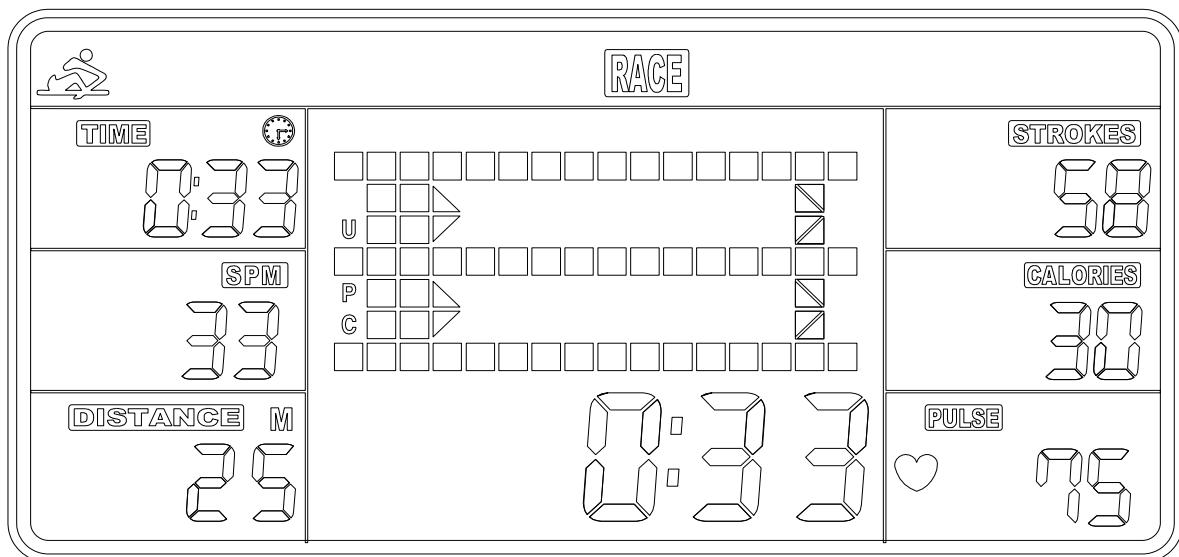
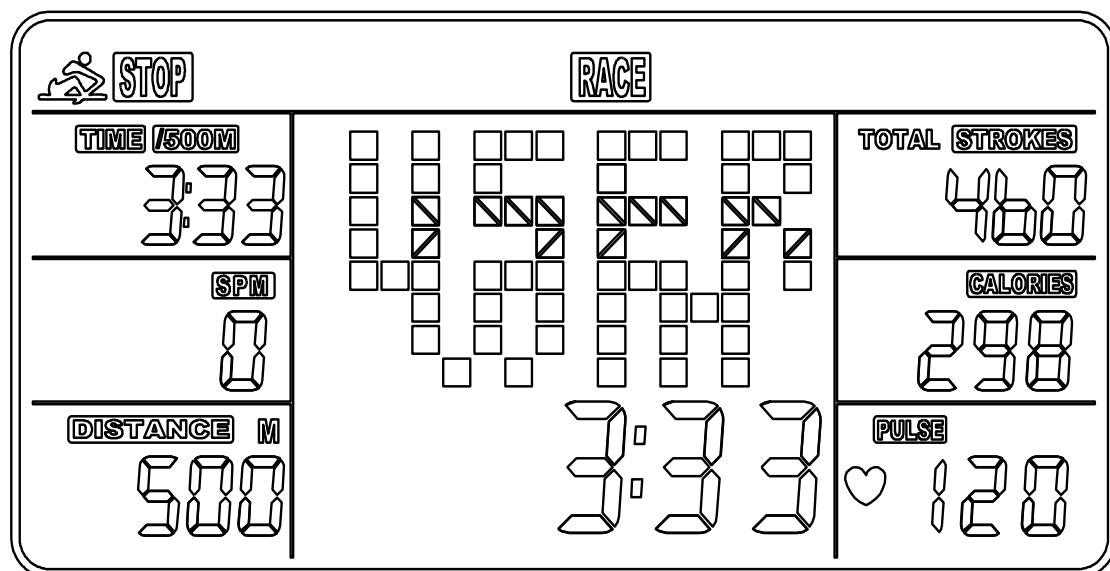

Fig. 6
Fig. 7
- a. Pulse el botón de START para iniciar y STOP desaparecerá. USER (USUARIO) y PC (COMPUTADORA) se mostrarán en la matriz (Fig. 6). La computadora se detendrá cuando el usuario o la computadora haya alcanzado la distancia de carrera que se estableció. A continuación, la matriz muestra "PC WIN" ("GANÓ LA PC") o "USER WIN" ("GANÓ EL USUARIO") (Fig. 7).